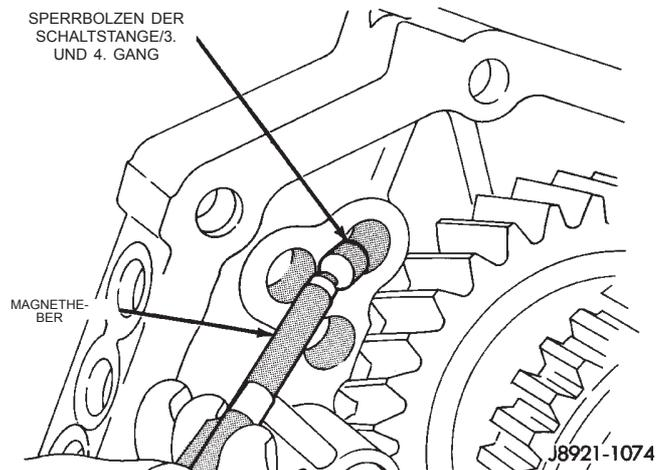

Abb. 88 Sperrbolzen der Schaltstange/3. und 4. Gang einbauen
(17) Den Sperrbolzen der Schaltstange für den dritten und vierten Gang in die Zwischenplatte einsetzen (Abb. 88).